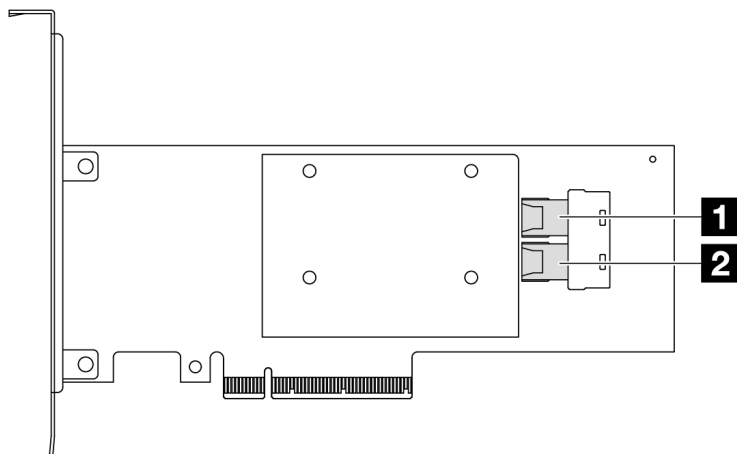

Figura 296. Um adaptador RAID/HBA Gen 3 8i SFF (dois conectores de porta)
- Figura 296 "Um adaptador HBA Gen 3 8i SFF (dois conectores de porta)" na página 297